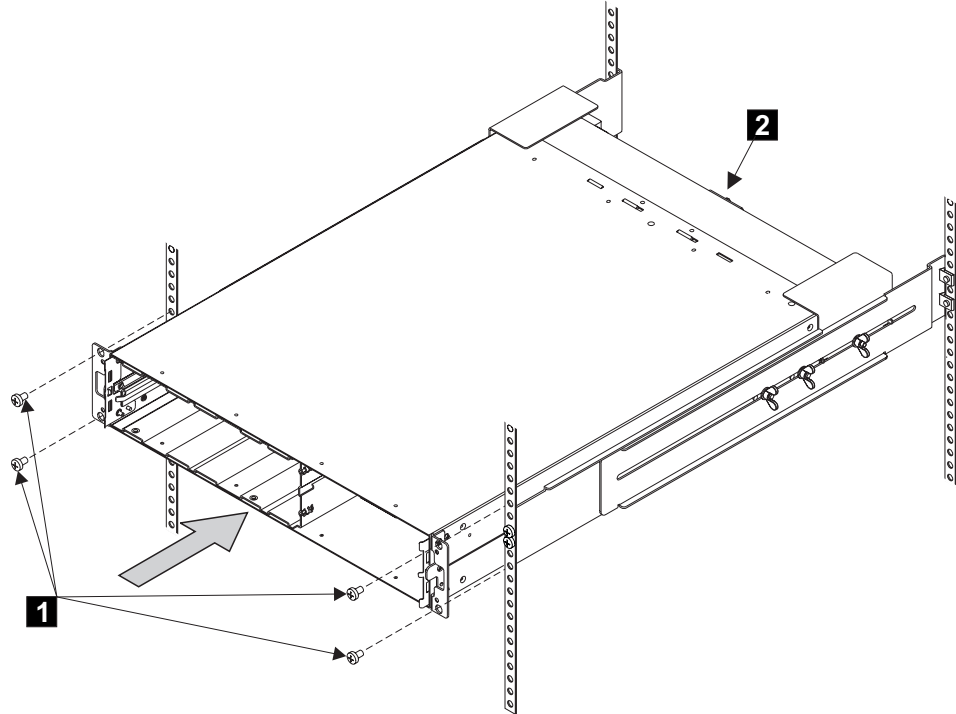

図 88. ラックへの 2145 UPS の取り付け
6. 前面の皿頭ねじを取り付けます (137 ページの図 88 の **1** )>。